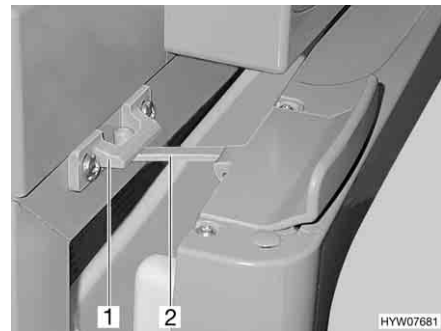

Bild 178 Kühlschranktür in Lüftungsstellung (Thetford)
- Verriegelung (Bild 178,2) aufklappen und in der Verriegelungsaufnahme (Bild 178,1) einrasten. Die Kühlschranktür bleibt damit leicht geöffnet.